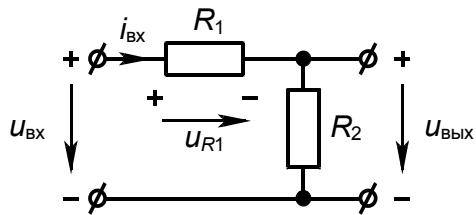

Рис. 4.1. Принципиальная схема резистивного делителя напряжения
4.4. Используя резисторы с номиналом $R_1 = 1 \text{ кОм}$ (или 10 кОм) и $R_2 = 560 \text{ Ом}$, собрать на монтажной панели схему резистивного делителя напряжения (рис. 4.1). В качестве входного напряжения используйте одно из постоянных напряжений: $+5 \text{ В}$; $+12 \text{ В}$ (по заданию преподавателя). Подключить выбранное напряжение к входу делителя. **Используя соответствующий режим работы ЦВ**, поочередно измерить, фиксируя результат, входное напряжение $U_{\text{вх}}$, напряжение на резисторе R_1 , выходное напряжение $U_{\text{вых}}$. Рассчитать входной ток делителя $I_{\text{вх}}$.